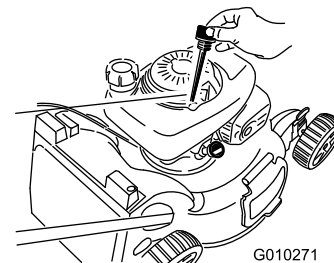

Bild 42
3. Entfernen Sie den Peilstab, indem Sie den Deckel nach links drehen und herausziehen (**Bild 42**).